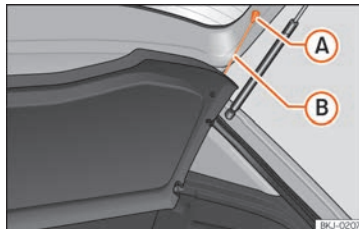

Fig. 126 Na bagageira: desmontar e montar a bandeja.
- Desengate os tirantes de fixação »» **Fig. 126 (B)** dos alojamentos **(A)**.
- Engate os tirantes de fixação »» **Fig. 126 (B)** na porta da bagageira. »